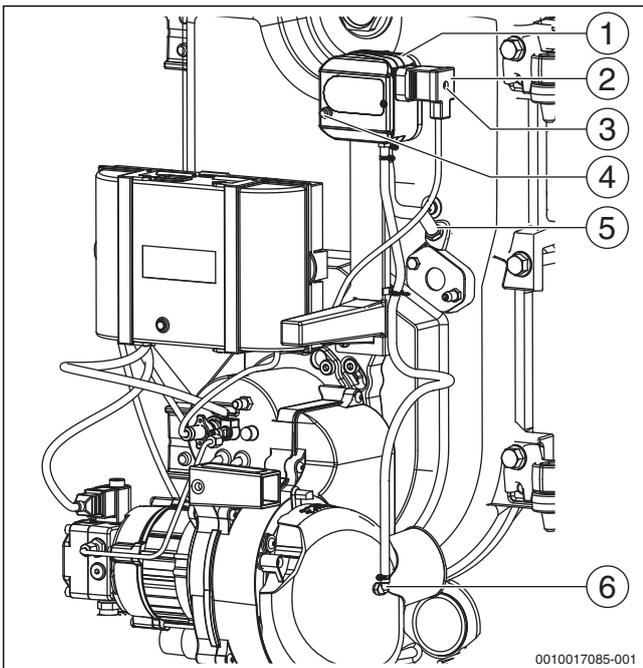

Bild 34 Brenner mit Druckwächter
- Sicherungsschraube [3] am Anschlussstecker [2] des Druckwäch- ters [1] lösen und Anschlussstecker abziehen (→ Bild 34).